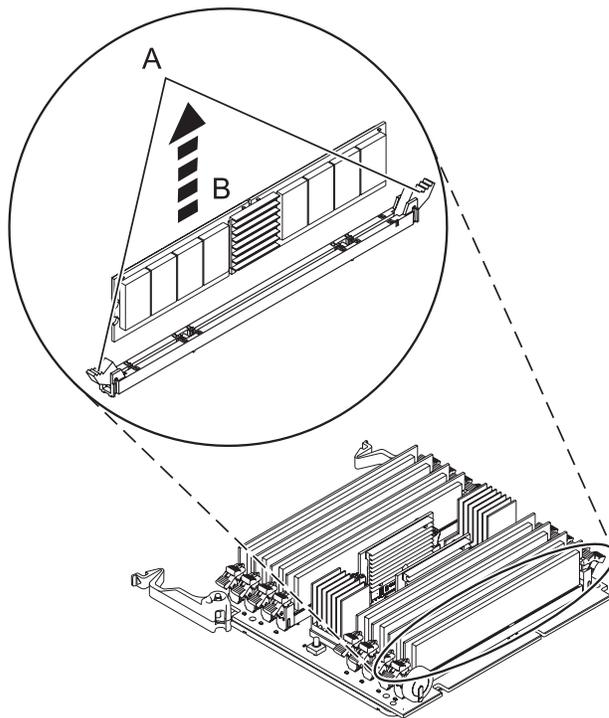

Figura 20. Remover um módulo de memória
11. Desprenda o módulo de memória empurrando a patilha de fecho (A) como está demonstrado em Figura 20. Levante o módulo de memória (B) de forma a retirá-lo para fora do conector. A acção de alavanca das patilhas força o módulo de memória a sair para fora do conector.